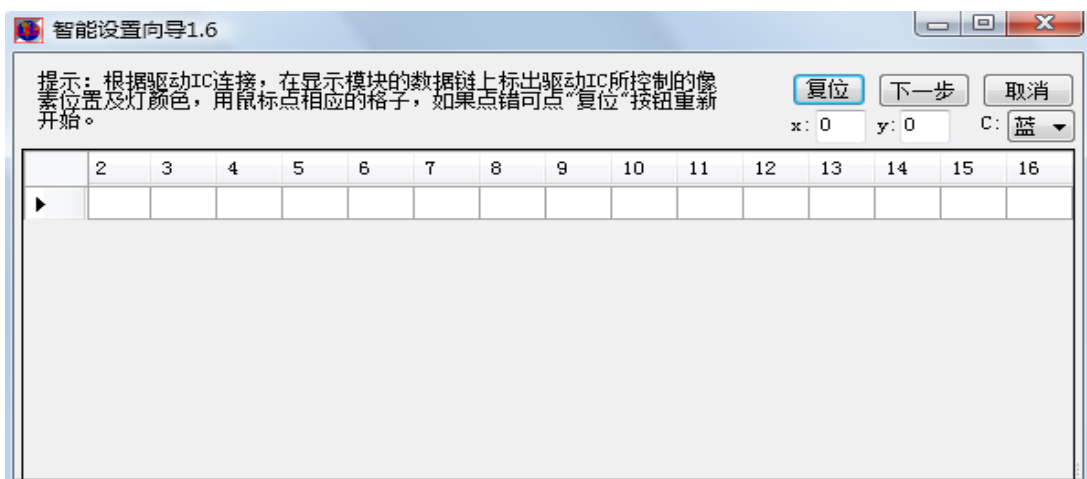

图 16
2. 点击下一步，将弹出设置向导 1.6 如图 16 所示。图 16 是以宽 4 像素高 1 个像素的模块信息设置的。如图所示，有 X,Y 坐标编辑框，颜色编辑框。还有一行 16 个白色方框，每个框代表一个 IC 的驱动脚，方框 16 表示连接在转接板第一个驱动 IC 的 OUT0 脚，方框 15 表示连接在转接板第一个驱动 IC 的 OUT1 脚，方框 14 表示连接在转接板第一个驱动 IC 的 OUT2 脚，以此类推，